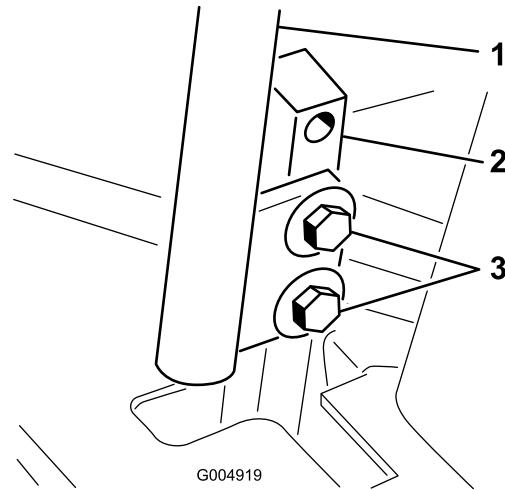

Figure 83
3. Desserrez les boulons de fixation des leviers de commande (Figure 83).